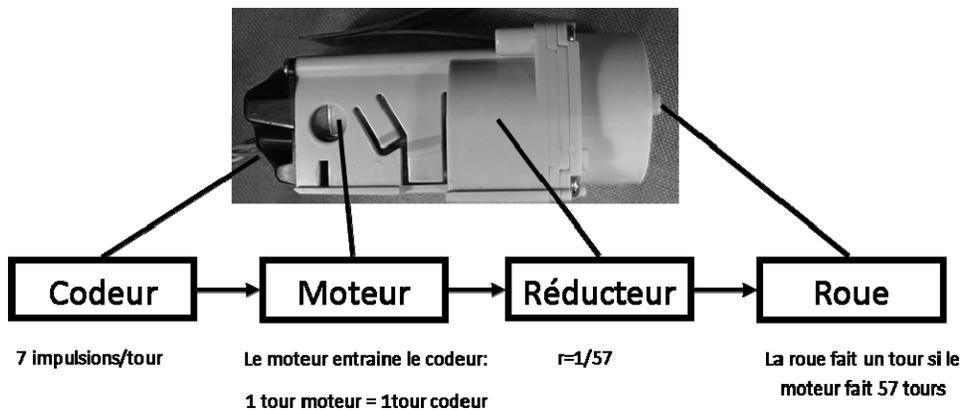

Figure 1
1. En utilisant les informations fournies à la figure 1, calculer le nombre d'impulsions reçu par la carte électronique du robot Scooba pour un tour de roue. En déduire la précision du contrôle qui est la distance parcourue pour une impulsion du codeur.